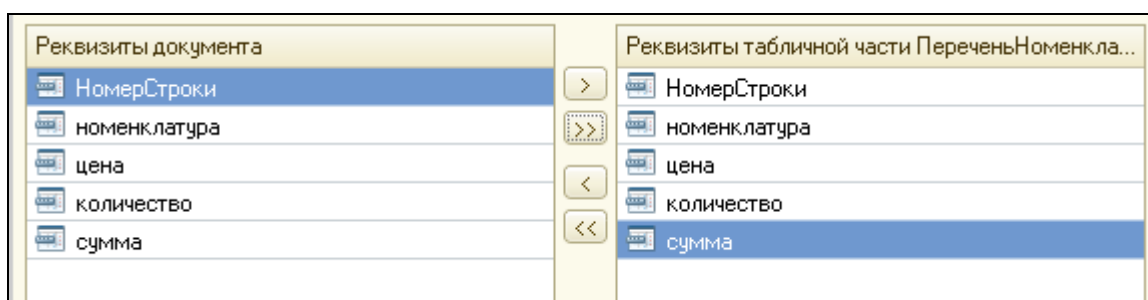

Рисунок 2.19 Реквизиты табличной части
3. В следующем окне перенести реквизиты документа в область **Реквизиты Табличной Части ПереченьНоменклатуры** (рис.2.19). Нажать **Далее**.